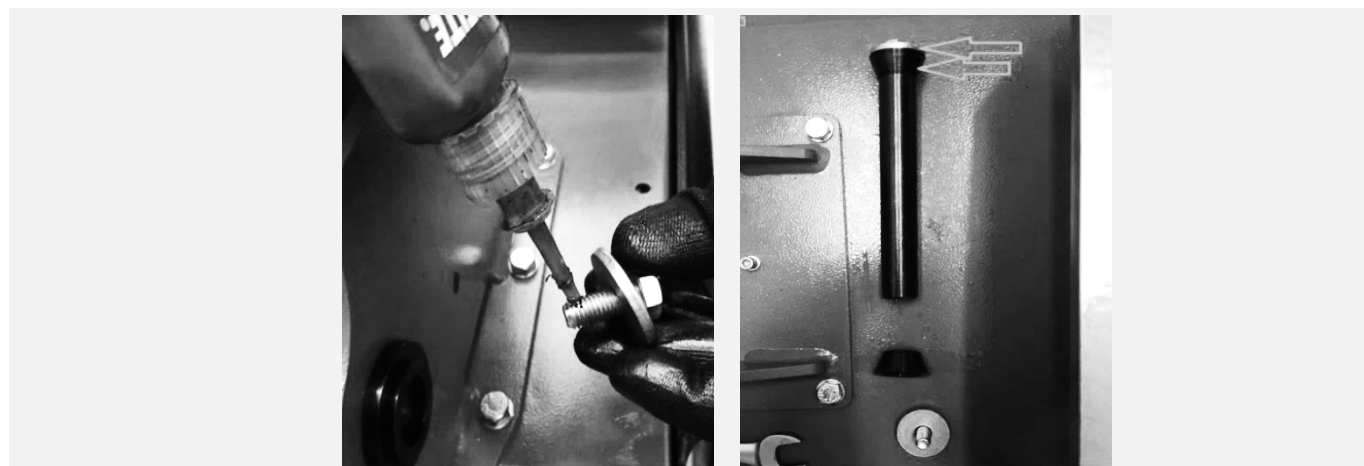

Рисунок 7
**7.4.3** Подготовить ось колонны к установке. Для этого установить с одной стороны оси болт, плоскую шайбу и конусную шайбу. (см. Рисунок 7).